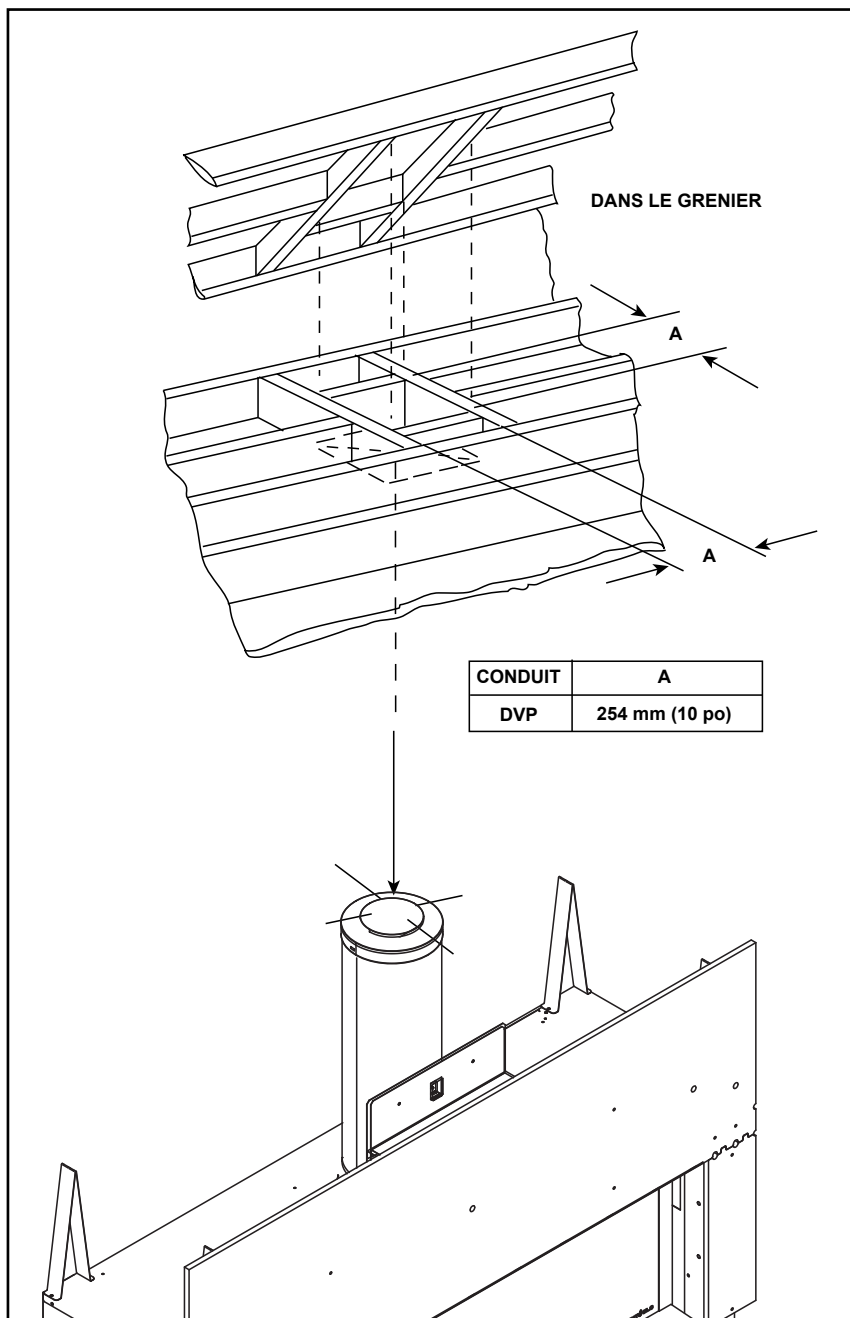

Figure 5.3 Installation du pare-feu du plafond
- **Conduit DVP seulement** – Fabriquez une charpente d'ouverture de 254 x 254 mm (10 x 10 po) chaque fois que le conduit d'évacuation des gaz traverse un plafond/plancher. Voir la figure 5.3.